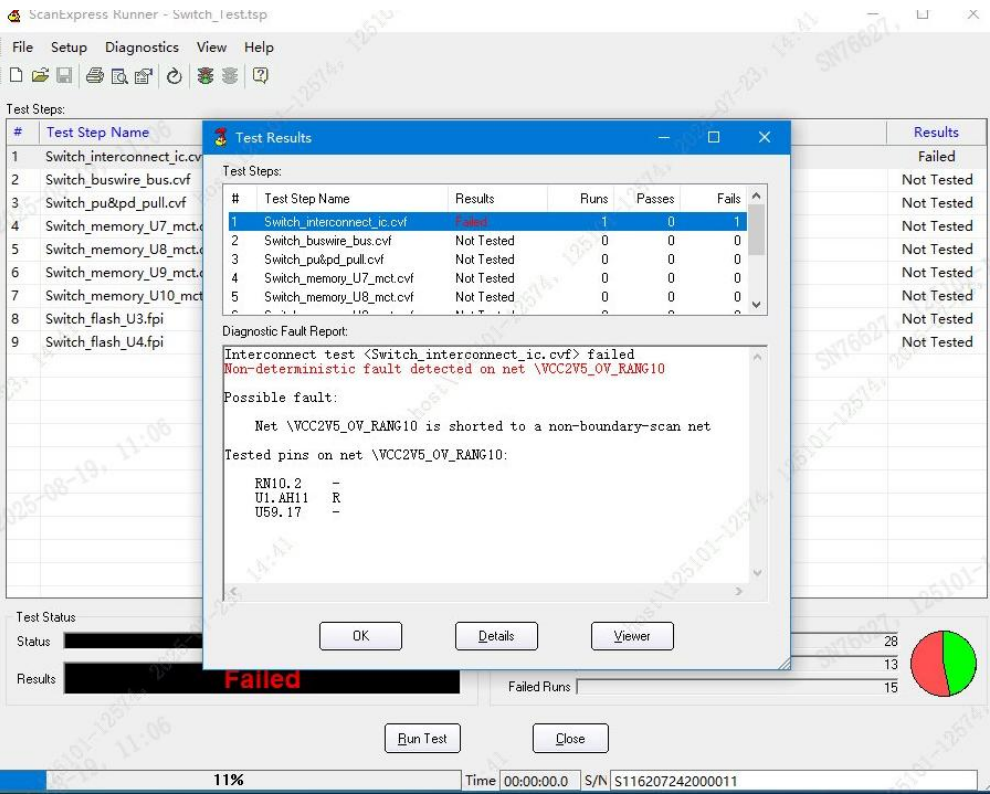

图 6
1、根据 FVT1 边界扫描测试报故障现象和客户意见锁定 U1 焊接异常导致，拆卸 U1 器件值球后重新焊，FVT1 边界扫描测试报故障现象不变；见图 6